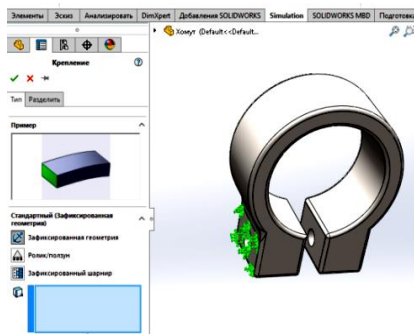

Рис. 2. Накладання кріплення
4. Для накладання кріплення деталі підвести покажчик миші до елементу *Кріплення* в розділі *Simulation* менеджера властивостей і натиснути праву кнопку миші. У контекстному меню вибрати пункт *Зафіксована геометрія*, після чого вибрати потрібну грань та натиснути кнопку ОК (див. Рис.2).